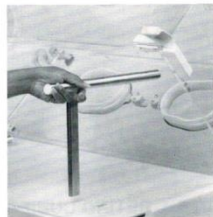

FIGURA 5.2 QUITAR LAS BARRAS DE INCLINACIÓN DEL COLCHÓN
D. RETIRE LAS BARRAS DE INCLINACION: Ref. a Figura 5.2 y retire las barras del sistema de inclinación.